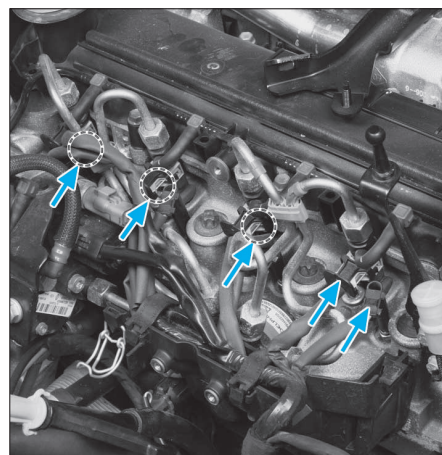

FIG. 58
- Déclipser les agrafes (6), déposer la vis (7) puis le couvercle du protecteur de rampe d'injection.
- Débrancher les connecteurs des bougies de préchauffage et des injecteurs (Fig.58).